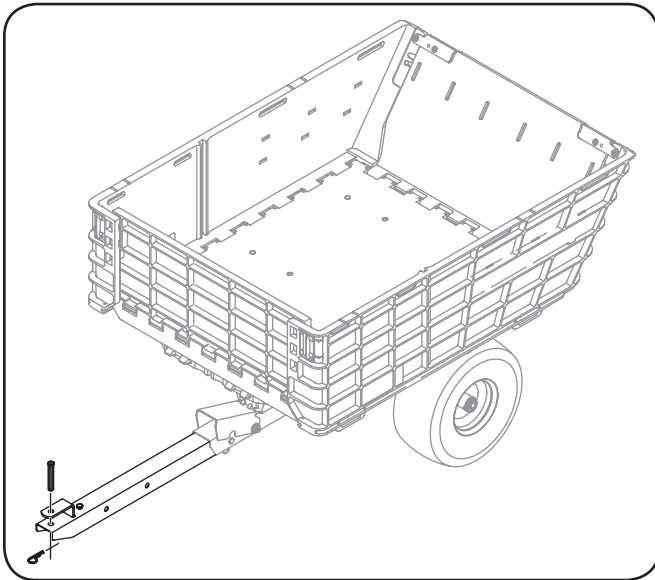

Figura 5-1
1. Retire el pasador de horquilla y el pasador de chaveta del enganche de lengüeta. Consulte la Figura 5-1.
2. Con cuidado deslice el enganche de lengüeta en la ménsula de enganche que está en la parte trasera de su tractor y fíjelo en su lugar con el elemento de ferretería retirado en el paso 1. Vea la Figura 5-1.